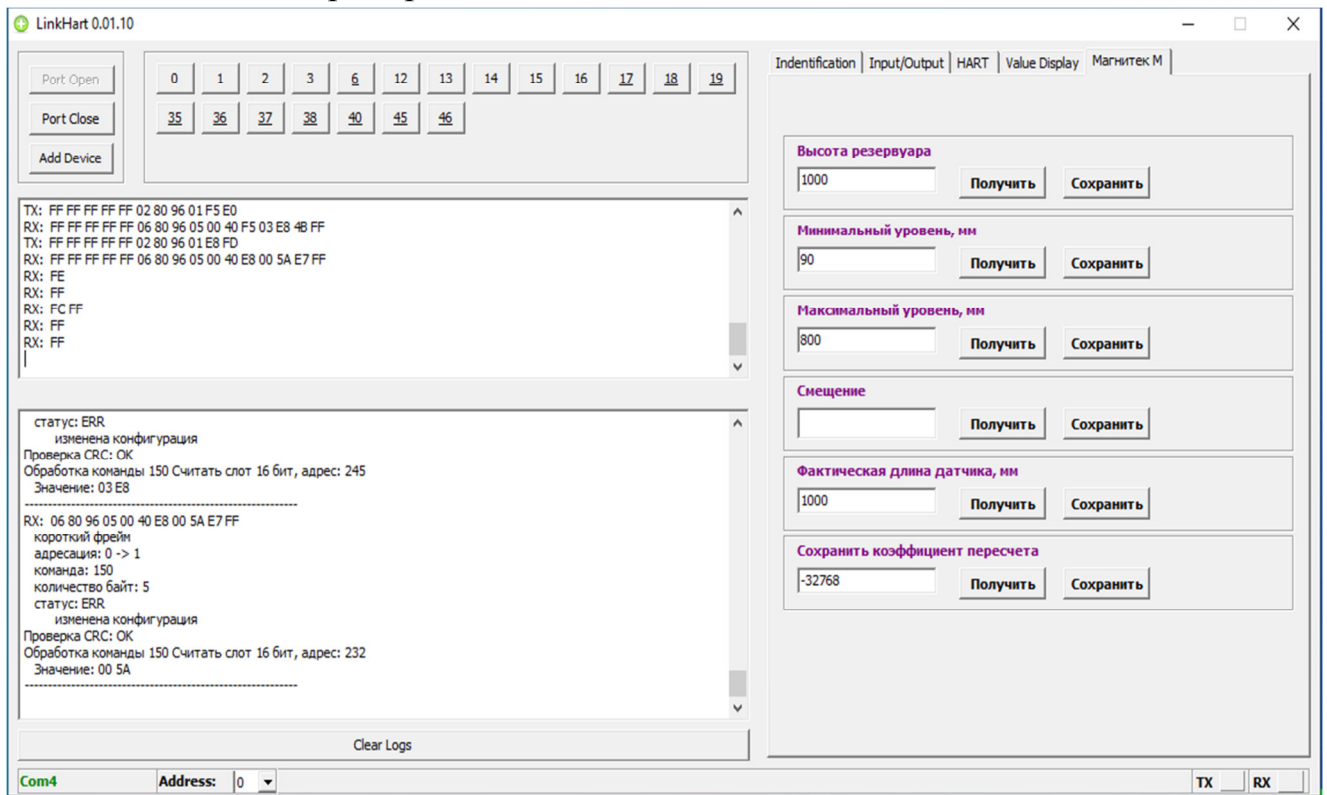

Рис.2 Окно программы LinkHart
2.4 Запустите на ПК программу LinkHart (см.рис.2), подайте питание на прибор.